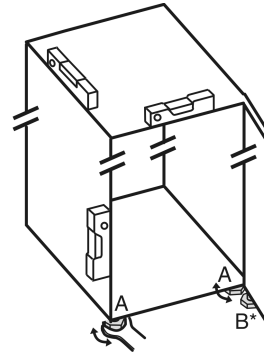

Fig. 24
- Zhvendosni këmbëzat me rregullim Fig. 24 (A) me çelës fiso dhe me ndihmën e një niveli me ujë, derisa pajisja të jetë niveluar mirë.
- Zhvendosni këmbëzat me rregullim Fig. 24 (B) në bazamentin mbështetës me çelësat fiso të përfshirë në paketim, derisa të jetë mbështetur mbi dyshteme.
- Rrotullojeni këmbën me rregullim Fig. 24 (B) sërish maksimumi 90°, për të parandaluar dëmtimin e derës.